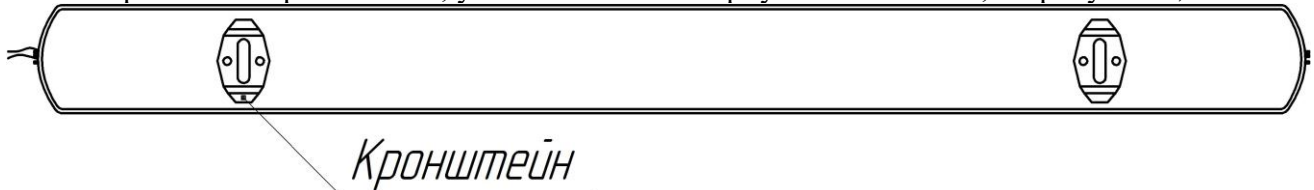

Рисунок 2
- снять крепежные кронштейны, установленные в корпусе светильника, см рисунок 2;